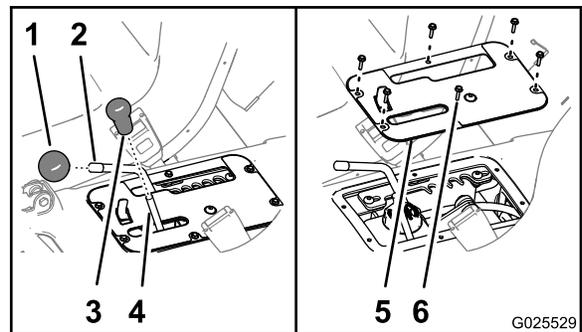

Figura 70
1. Retire os manípulos da alavanca de elevação hidráulica e da alavanca da velocidade (Figura 70).
2. Remova os 6 parafusos de anilha sextavados (n.º 10 x 3/4 pol.) que prendem a placa da cobertura do controlo à base do banco e retire a placa (Figura 70).
6. Alinhe os orifícios na placa da cobertura de controlo com os orifícios na base do banco (Figura 70).
7. Fixe a placa à base com os 6 parafusos de anilha sextavados (Figura 70) que retirou no passo 2.
8. Enrosque os manípulos nas hastes para a alavanca de elevação hidráulica e a alavanca da velocidade (Figura 70).
2. Retire os manípulos da alavanca de elevação hidráulica e da alavanca da velocidade (Figura 70).
3. Remova os 6 parafusos de anilha sextavados (n.º 10 x 3/4 pol.) que prendem a placa da cobertura do controlo à base do banco e retire a placa (Figura 70).
9. Alinhe os orifícios na placa da cobertura de controlo com os orifícios na base do banco (Figura 70).
10. Fixe a placa à base com os 6 parafusos de anilha sextavados (Figura 70) que retirou no passo 3.
11. Enrosque os manípulos nas hastes para a alavanca de elevação hidráulica e a alavanca da velocidade (Figura 70).